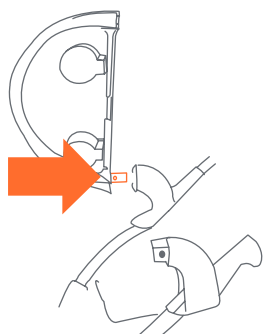

Fig. 10a
- 10) • Para colocar la bandeja para niños: Empuje la bandeja angulada dentro del poste que está en el extremo del apoyabrazos derecho mientras oprime el botón a presión hasta que se trabe (Fig. 10a).